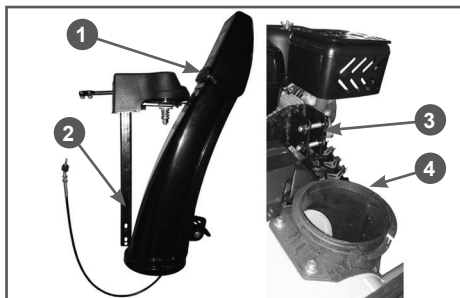

Рис. 10 Установка желоба выброса снега
10. Установите желоб 1 выброса снега со стойкой 2 и механизмом поворота в сборе (Рис. 10) на снегоотбрасыватель. Установите желоб 1 выброса снега на корпус основания желоба 4, а основание стойки 2 вставьте в кронштейн 3 (Рис. 10). Закрепите стойку 2 в кронштейне 3 с помощью двух болтов и гаек (Рис. 10).